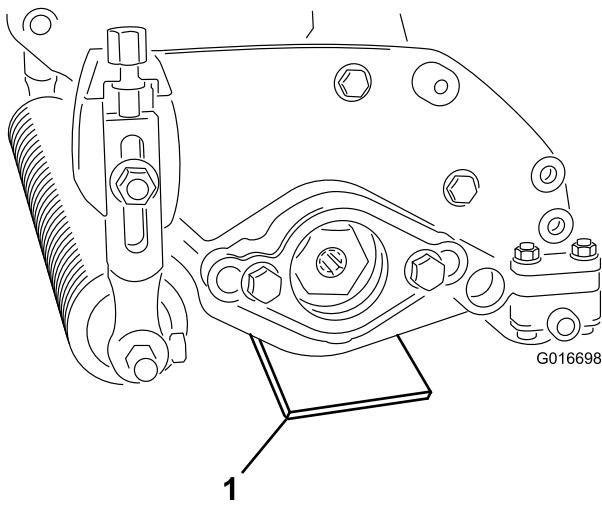

Figure 8
2. Placez un gabarit, qui a la hauteur de lame voulue au-dessus du sol, sous chaque extrémité du défouleur (Figure 8).